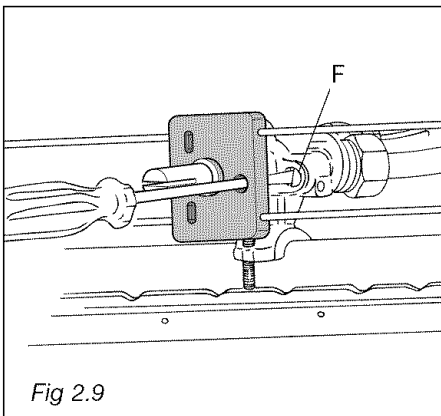

Fig. 2.9
- En vous servant d'un tournevis fin, passez par le trou du microcontact et tournez la vis **F** jusqu'à ce que le réglage soit correct (fig. 2.9).